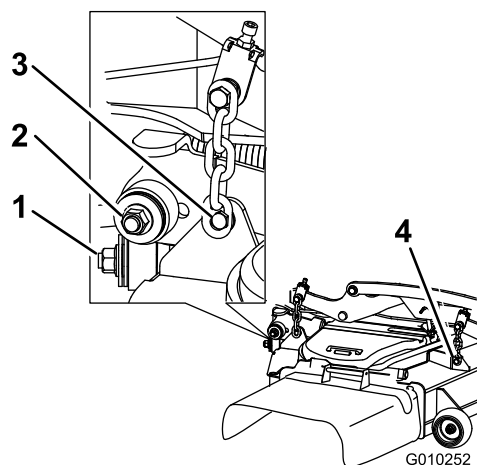

Figure 103
7. Enlevez et mettez de côté les fixations des deux côtés du tablier, comme montré à la Figure 103.